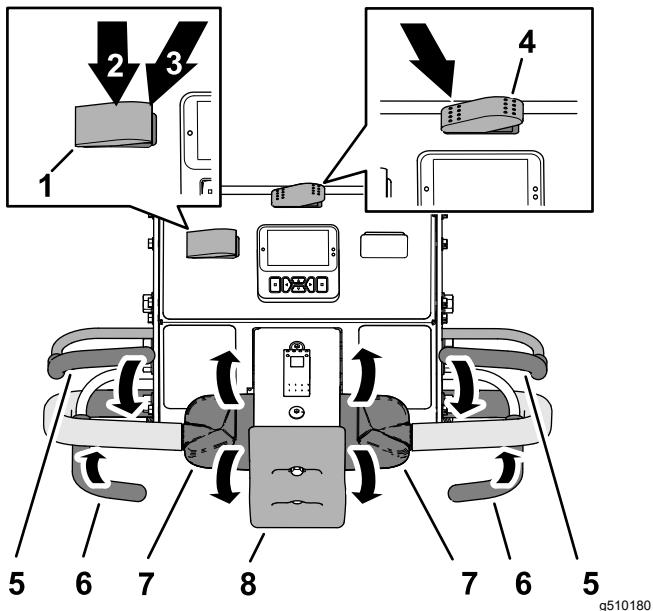

Figura 75
- Premete l'interruttore trasporto/arieggiatura selezionando ARIEGGIATURA (Figura 75).